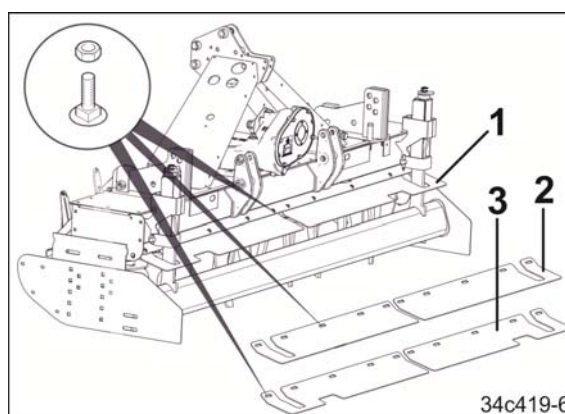

Fig. 79
Jordbearbejdningmaskinens beskyttelsesplader (Fig. 79/1) kan leveres i to varianter.
- beskyttelsesplade (Fig. 79/2) til alle AMAZONE-valser, undtagen Cracker Disk-valse (CDW)
- beskyttelsesplade (Fig. 79/3) til Cracker Disk-valse (CDW).